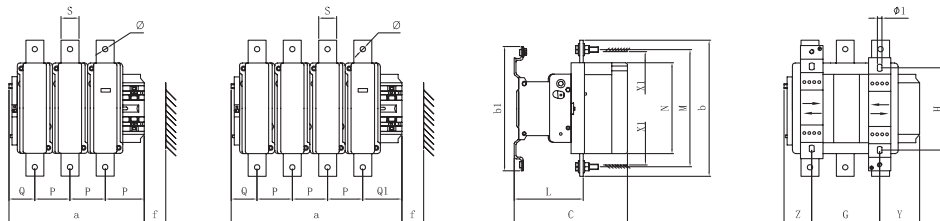

Figura 4 Dimensiones generales y de instalación de los modelos CJX2F-630, 6304, 800, y 8004
6.3 Las dimensiones generales y de instalación de los modelos CJX2F-630, 6304, 800, y 8004 se muestran en la Figura 4 y la tabla 6.